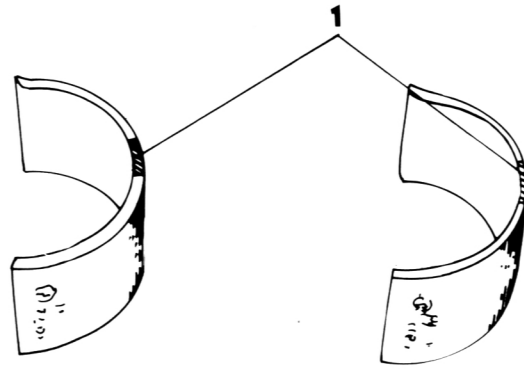

Bild 101
- Anhand der Pleuellager- und Pleuellagerkennungen die Farbkennung aus untenstehender Tabelle der Austauschagerschalen (Bild 101) ermitteln.
Anhand der Gehäuse- und Pleuellagerzapfenkennungen die Farbkennung (ähnlich wie in Bild 101) der Austauschagerschalen (siehe nachstehende Tabelle) ermitteln.